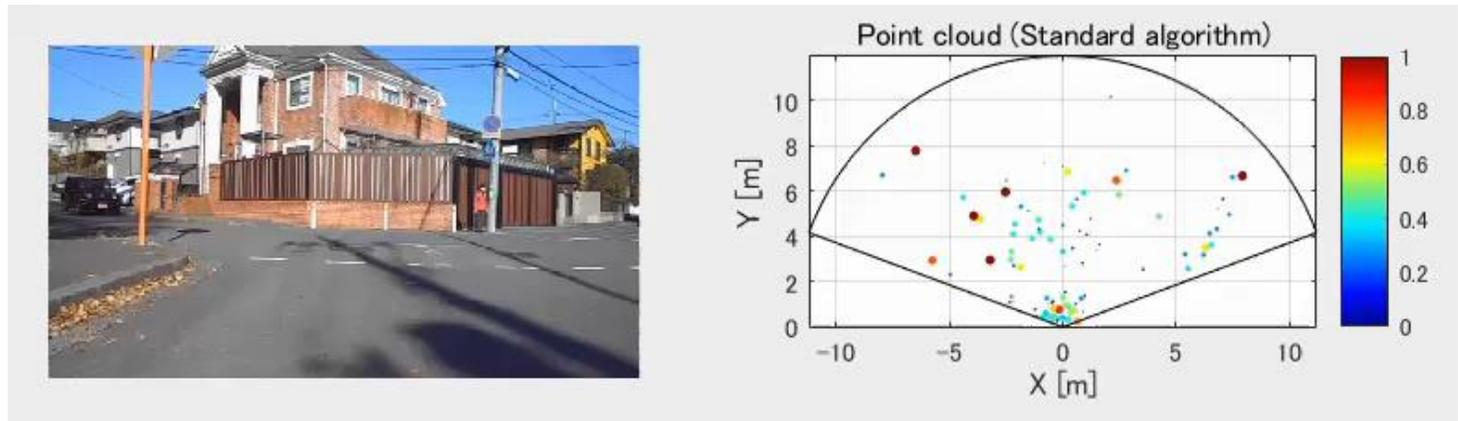

図1 実車でのRadarセンサー検知例
- ✓ DIVP® シミュレーションは、複数オブジェクトに対して、複数の反射点模擬が可能。（下図1, 2）